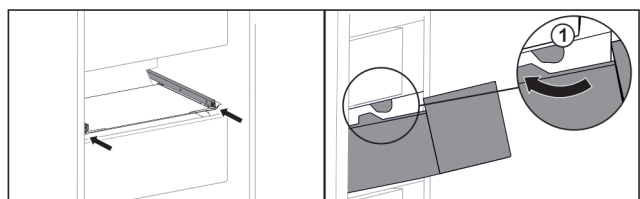

Fig. 31
- ▶ Обвести висувний ящик навколо стопора Fig. 31 (1)\*